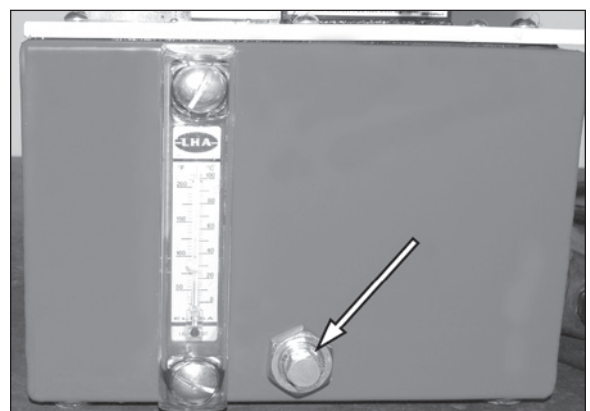

Figura 51.
1. Vedere la Figura 51. Rimuovere il tappo di scarico e scaricare il liquido idraulico dal serbatoio.